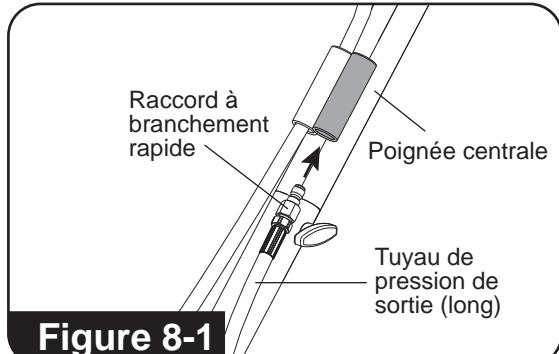

Figure 8-1
8. Prenez l'un des tuyaux de pression de sortie et, en commençant par l'extrémité du raccord à branchement rapide, faites-le glisser dans le bas du tube de guidage à l'avant de la poignée centrale. Fixez l'autre tuyau de pression de sortie à l'autre poignée ainsi qu'à la prise d'entrée de la barre de pulvérisation. (**Consultez les figures 8-1 et 8-2**)